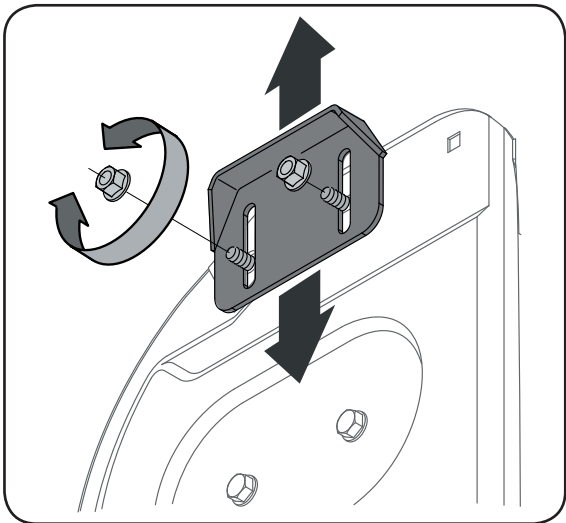

Figure 16A - Patin ordinaire
1. Ajustez les patins en desserrant les quatre contre-écrous à embase (deux de chaque côté) et les boulons ordinaires. Placez les patins à la position voulue. Voir les Figures 16A ou 16B.